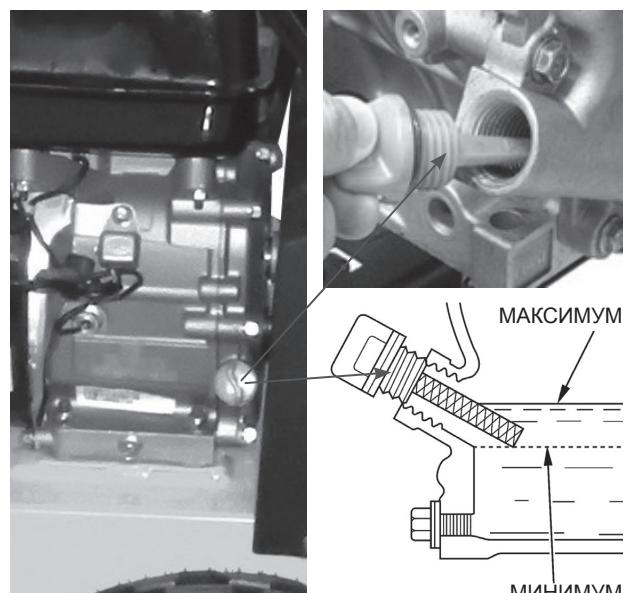

Рис.5
2. Извлеките крышку/щуп заливного отверстия и начисто протрите её (Рис.5)